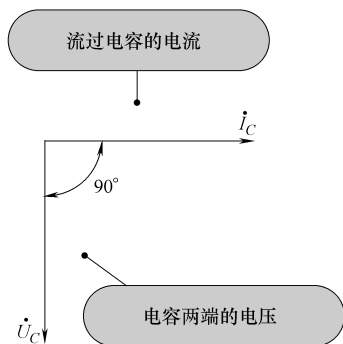

图 9-64 电容器上电流与电压之间的相位关系示意图
2) 电容器上电流与电压之间的相位关系。电容器上的电流和电压相位相差  $90^\circ$ ,如图9-64所示,并且是电流超前电压  $90^\circ$ ,这一点可以这样来理解:只有对电容器充电之后,电容器内部有了电荷,电容器两端才有电压,所以流过电容器的电流是超前电压的。